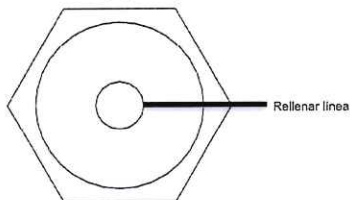

Figura 12
4. Inicie la unidad y déjela funcionar durante varios minutos. Apague el compresor de aire y vuelva a verificar el nivel de aceite. Si es necesario, agregue más aceite. (Figura 12)